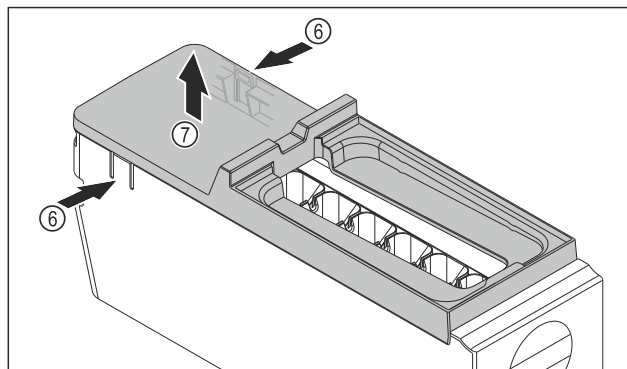

Fig. 145
- Abdeckung des EasyTwist-Ice-Körpers entnehmen: Laschen Fig. 145 (6) an den beiden Seiten des EasyTwist-Ice-Körpers mit einer Hand drücken.
- Abdeckung Fig. 145 (7) mit der anderen Hand nach oben entnehmen.